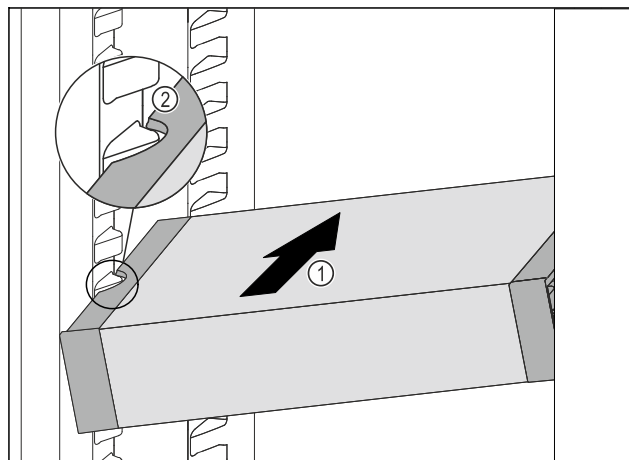

Fig. 59
- ▶ Predal VarioSafe potisnite v hladilnik poševno Fig. 59 (1), dokler nista stranska izreza Fig. 59 (2) predala VarioSafe na višini nastavka za posodo v hladilniku.